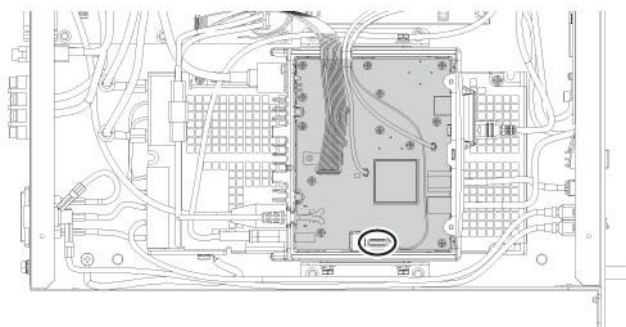

Рисунок 3
5. Используя рисунок 3, определите место установки FVS-2.